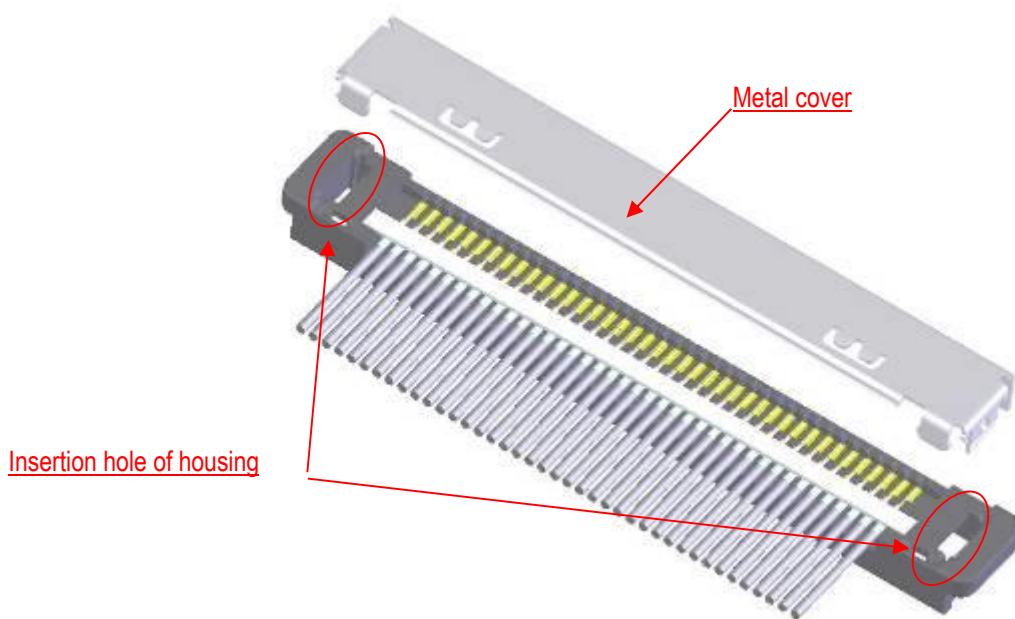

Fig.6 Assembly of Metal Cover
① Fig.6 の様にコネクタ上面側から Housing の挿入穴に Metal cover を組み付ける。